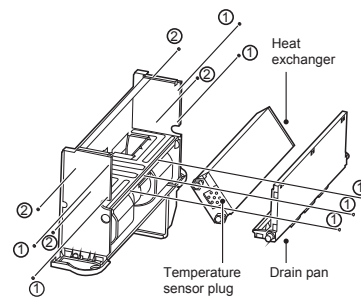

Figura 4-8 Desmontaje de la bandeja de drenaje y el intercambiador de calor
- Como se muestra en la Figura 4-8, quite los tornillos ① \*7 para poder sacar la bandeja de drenaje. A continuación, quite los tornillos ② \*4 para desmontar el intercambiador de calor.